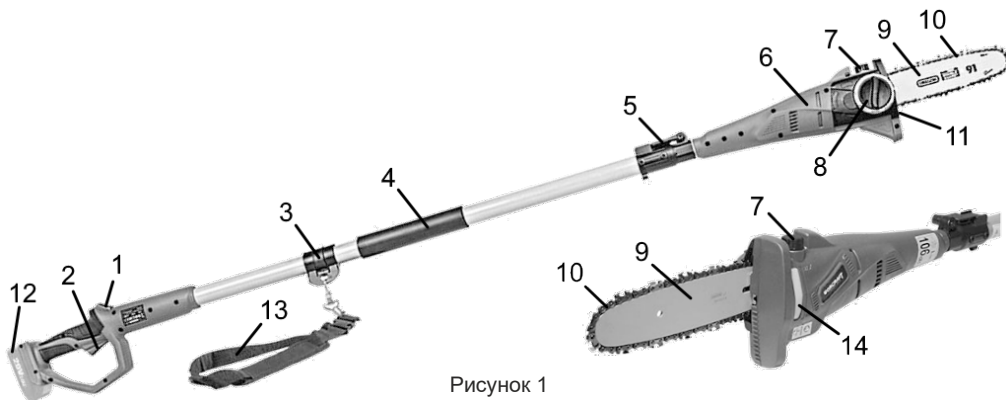

Рисунок 1
3.1.1 З'єднайте дві частини телескопічної штанги та зафіксуйте в необхідному положенні за допомогою затискного важеля (5, рисунок 1).
3.1.2 Вручну відкрутіть фіксатор притискної кришки напрямної шини (8, рисунок 1), обертаючи його проти руху годинникової стрілки.
3.1.5 Встановіть притискну кришку на місце та закрутіть її фіксатор (8, рисунок 1).
3.3.1 Для заповнення бака для змащення ланцюга спочатку від'єднайте акумуляторну батарею (12, рисунок 1) для уникнення випадкового запуску двигуна.
3.3.2 Необхідно добре очистити поверхню навколо кришки масляного бака (7, рисунок 1), щоб бруд не потрапив усередину.
3.3.3 Відкрутіть гвинтову кришку (7, рисунок 1) й покладіть її убік так, щоб не загубити герметувальну прокладку. За допомогою лійки залийте в бак приблизно 100 мл оливи, призначеної для змащення ланцюга, контролюючи рівень через напівпрозоре вікно (14, рисунок 1). Щільно закрутіть кришку бака.
4.1.2 Для ввімкнення виробу під'єднайте до нього акумуляторну батарею, натисніть пускову клавішу (2, рисунок 1) з наступним натисканням запобіжної кнопки (1, рисунок 1) великим пальцем руки. Для вимкнення відпустіть пускову клавішу або запобіжну кнопку.
- у процесі роботи виробом щільно притискайте опорну поверхню висоторіза (11, рисунок 1) до гілки, яку плануєте спилити;